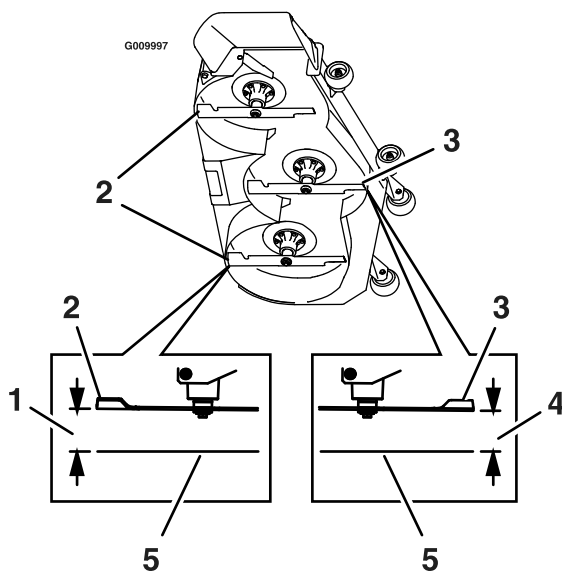

Рисунок 76
7. Виміряйте відстань від рівної поверхні до переднього кінчика центрального ножа (Рисунок 76).